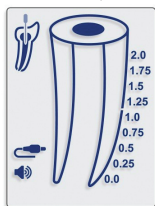

图 4
5. 4. 7. 将测量线缆插入设备，确保屏幕上显示线缆图标（图 4）。